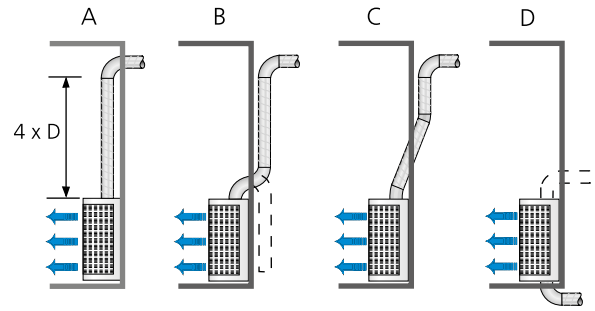

Figure 4. Exemples de l'augmentation du niveau sonore en fonction du type de raccordement des gaines. Voir le tableau.
Le diffuseur BOC a été conçu pour être installé à une hauteur de 2,5 à 5 m entre le sol et le bas de l'appareil. La hauteur est fonction de la taille du diffuseur, du volume d'air et de la chute de température (voir les caractéristiques techniques). Le registre de réglage est directement commandé par l'unité de commande VHC (voir ci-dessus). N.B.: Les abaques de dimensionnement donnent des valeurs valables pour une surface d'absorption acoustique équivalente de 150 m². Il s'ensuit que les vitesses d'admission dans l'unité sont relativement élevées. Il faut donc être attentif au mode de raccordement des gaines sur les unités pour éviter une augmentation du niveau sonore. Voir figure 4.
- Les abaques donnent les valeurs de niveau sonore avec une surface d'absorption **acoustique équivalente de 150 m²** et à 2 m du diffuseur et avec une gaine raccordée à section droite et sans interférence. Voir la figure 4 pour l'augmentation du niveau sonore en fonction du raccordement de la gaine.
- La valeur dB(C) est normalement de 6 à 9 dB supérieure à la valeur dB(A).